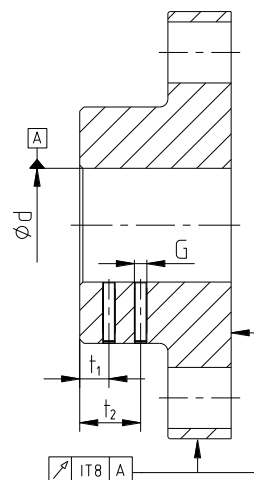

図 7: ハブの外周と端面の振れの許容値
- お客様が軸穴加工をされる場合はハブの外周と端面の振れが許容値を超えないようにしてください(図 7 をご参照)。